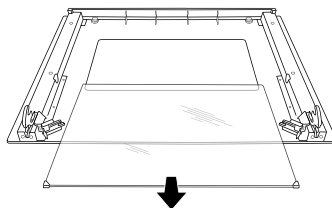

Рис. 6
5. Выньте среднее стекло, как указано на рис.6.